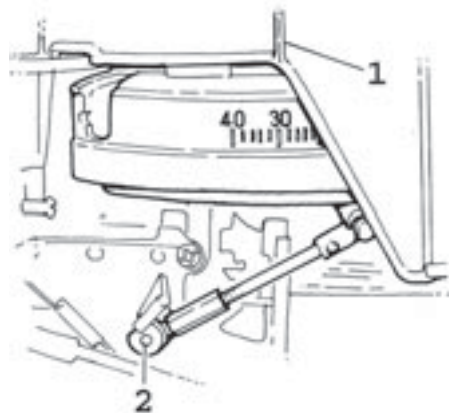

Рис. 4. Настройка оптимального угла зажигания: 1 – метка настройки; 2 – крепление тяги настройки
5. Отметьте (запомните) деление на шкале, которую можно увидеть с правой стороны (по ходу) мотора (рис. 4).